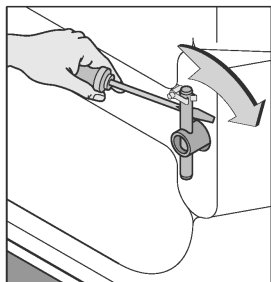

Bild 1
Transportsäkringarna (2st) måste avlägsnas innan maskinen tas i bruk (se bild 1 - 3). Annars uppstår skador på maskinen.
- Lösgör och dra ut de båda transportsäkringarna (stängerna). - bild 1 - 2.